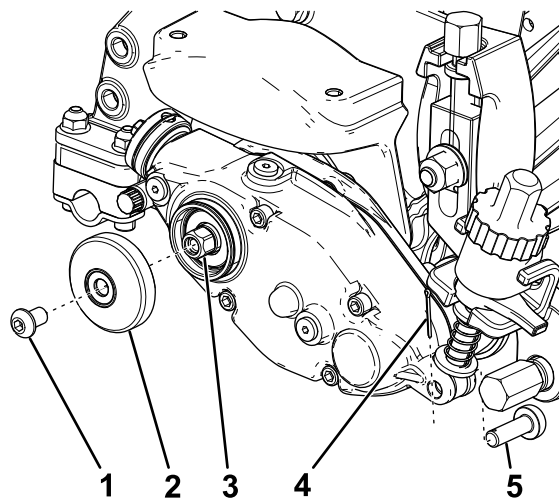

図 9
1. 駆動ボックスに、アウターカバーを取り付ける外しておいた六角ソケットねじを使用する 図 9。
2. アジャスタアームアセンブリのロッドとグルーマ駆動ボックスにアジャスタピンを通し、コッターピンで固定する 図 9。